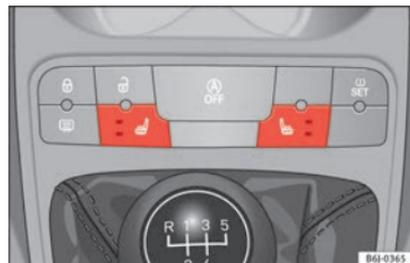

Fig. 134 Comutador do aquecimento dos bancos dianteiros.
» **Fig. 134** para ligar o aquecimento do banco.
- Pressionar apenas uma vez liga o aquecimento na sua potência máxima. Acendem-se os dois LED » **Fig. 134**. Após 15 minutos à máxima intensidade, desliga-se o led superior, desativa-se durante 2 minutos o sistema e decorridos os 2 minutos, o sistema volta a funcionar com uma intensidade mínima (o led inferior fica sempre ligado).